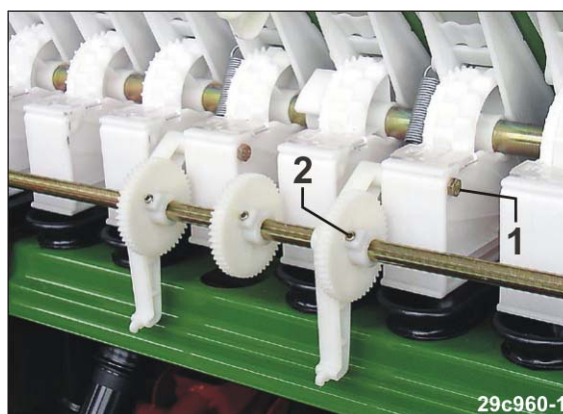

Fig. 228
6. Schrauben (Fig. 228/1) entfernen.
7. Schrauben (Fig. 228/2) lösen.